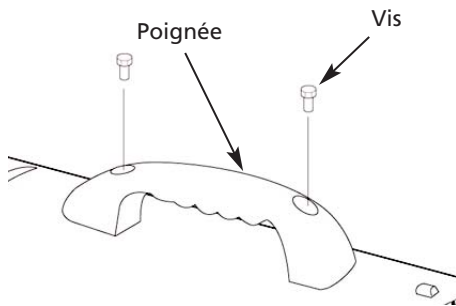

Figure 7 – Installation de la poignée 3VE48B et 3VE49B seulement
1. Aligner les trous dans le logement supérieur avec les deux trous de montage sur la poignée, comme l'illustre la Figure 7.